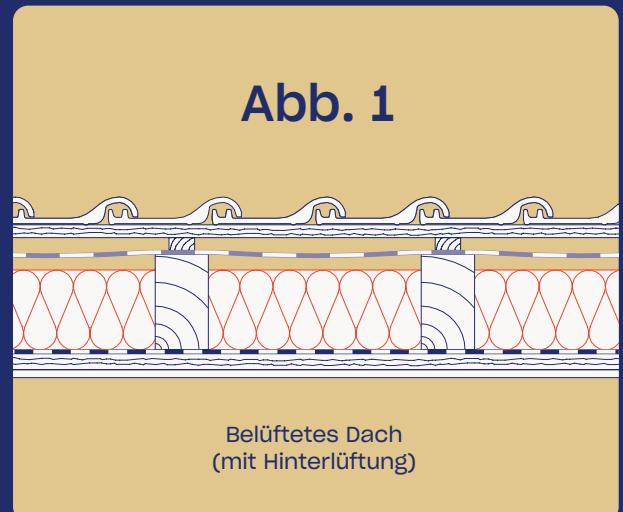

Abb. 1
Bei belüfteten Dächern befindet sich direkt über der Wärmedämmung eine Luftschiicht, die in direkter Verbindung mit der Außenluft steht und von dieser durchströmt wird – siehe Abb. 1.
**Variante 1:** Die innere Bekleidung wird auf einer Unterkonstruktion mit Abstand zur Dampfbremse montiert (S. 20, Abb. 1).
URSA SECO SD 0,025 als Unterspannbahn (Abb.1 / St.28)
Die Winddichtheit soll verhindern, dass Wind von außen in die Konstruktion eindringt, die äußeren Grenzschichten der Dämmung mehr oder weniger „ungehindert“ durchströmt und so Wärmeverluste und Schäden auftreten können. Zusätzliche Energieverluste entstehen, wenn der Dämmstoff fehlerhaft eingebaut wurde und die kalte Außenluft unter der Dämmschicht entlang strömen kann. Obwohl eine winddichte Außenhülle in bestimmten Fällen sinnvoll ist, gibt es keine zwingende Vorschrift. So wird bei belüfteten Steildächern bewusst Außenluft über der Dämmschicht entlang geführt, um Feuchte aus der Konstruktion abzutransportieren (Abb. 1 / Seite 20).